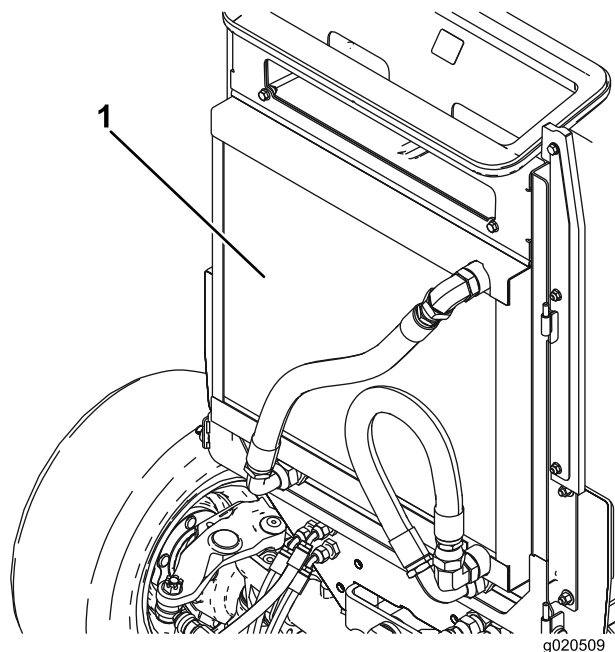

Figure 118
5. Nettoyez soigneusement les deux côtés du refroidisseur d'huile et du radiateur à l'air comprimé (Figure 118).